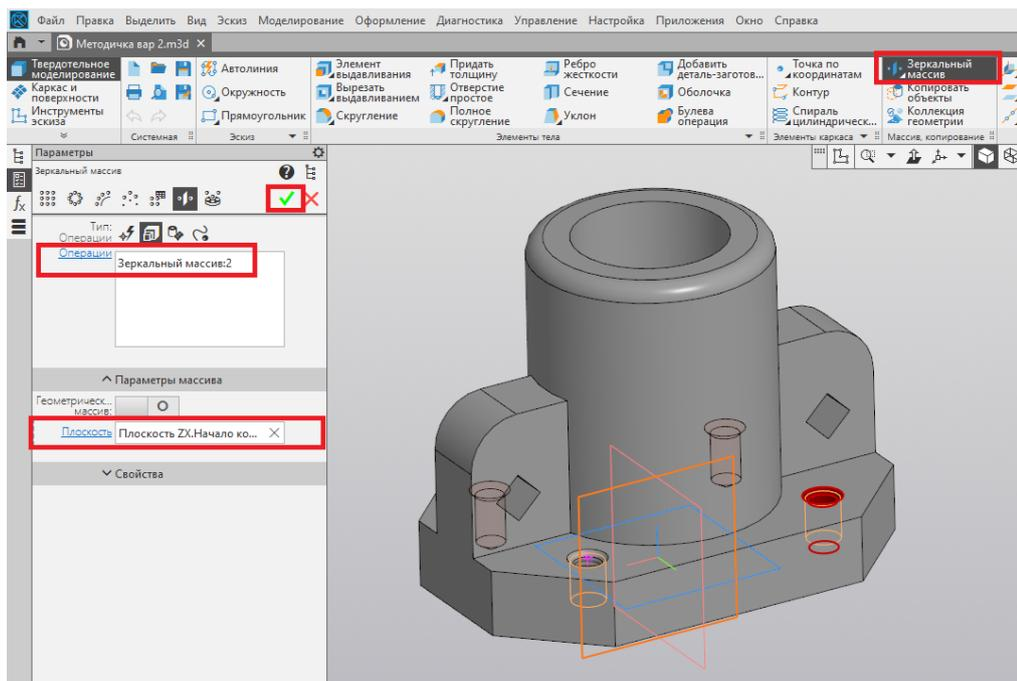

Рис. 112
40. Повторно используем команду «Зеркальный массив» для уже существующего массива и отображаем элементы относительно плоскости ZX (рис. 112).